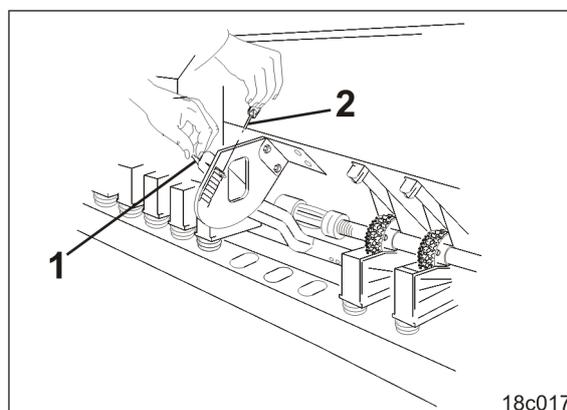

Fig. 167
1. Den Bodenklappenhebel (Fig. 167/1) in der Lochgruppe auf den Tabellenwert (siehe Seite 58) stellen.
2. Den Bodenklappenhebel mit einem Klappstecker (Fig. 167/2) sichern.